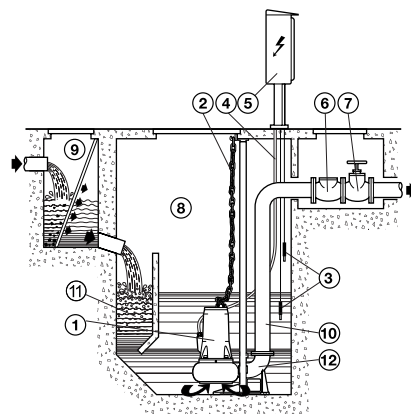

Fig. 6
- fissa con l'elettropompa posizionata sul piede di sostegno bloccato sul fondo del pozzetto o vasca di raccolta (fig. 6).
5.2.2 INSTALLAZIONE FISSA CON AGGANCIO AUTOMATICO SUL PIEDE DI SOSTEGNO (FIG. 6)
Durante il funzionamento l'elettropompa deve risultare completamente immersa nel liquido pompato. Per le elettropompe sprovviste di interruttore automatico a galleggiante incorporato, si rende necessaria l'installazione di un sistema di controllo a sonde (fig. 6) o a galleggiante o altre apparecchiature che assicurino il minimo livello del liquido e che proteggano l'elettropompa contro la marcia a secco.